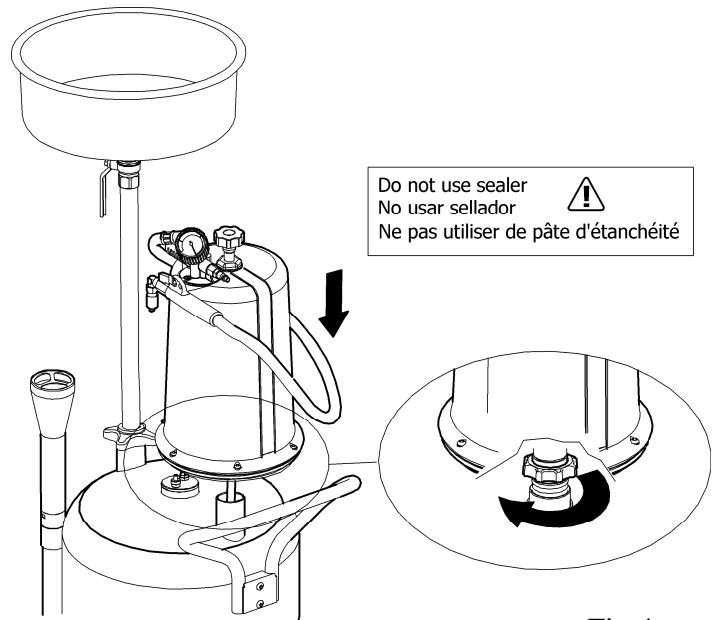

Fig 4
(FR) Monter le bol de pré-vidange à l'aide de la bride. Tourner le viseur comme il est indiqué sur la fig.4.